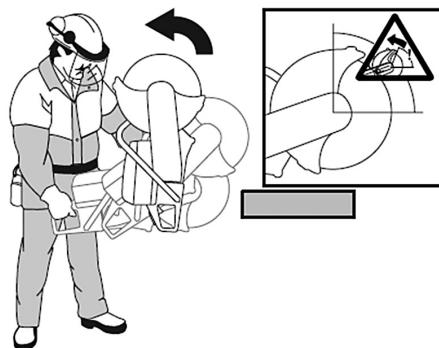

Рис. 12 Движение бензореза при отдаче
**Отдача внезапна и может быть очень сильной. Бензорез может быть подброшен вверх и назад к пользователю вращательным движением, что может привести к серьезной или даже смертельной травме (Рис. 12).**